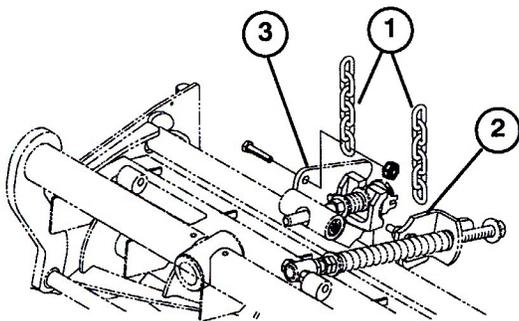

図9
12. ターフ補正スプリングのブラケットをカッティングユニット・スタビライザの耳に止めているナットを外す(図9)。左チッパー・チェーンをキャップスクリューに通し、先ほど外したナットで固定する。
13. 右チッパー・チェーンを、右カッティングユニット・スタビライザのミミに取り付け、付属部品のキャップスクリュー(3/8 x 1 in) とフランジナットで固定する(図9)。